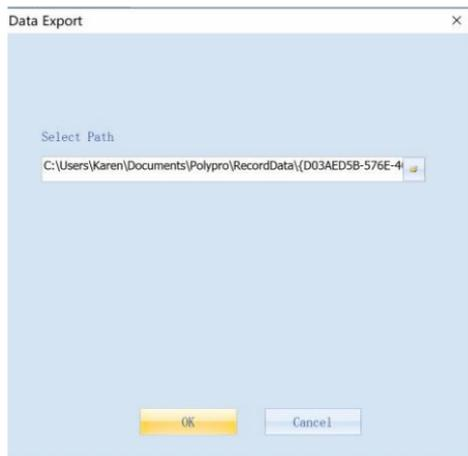

Figura 2-32
- Exportar datos EDF: convierta los datos del paciente al formato EDF y descárguelos a la ruta especificada. Estos datos EDF se pueden ver en un software compatible con EDF, Como se muestra en la Figura 2-32.